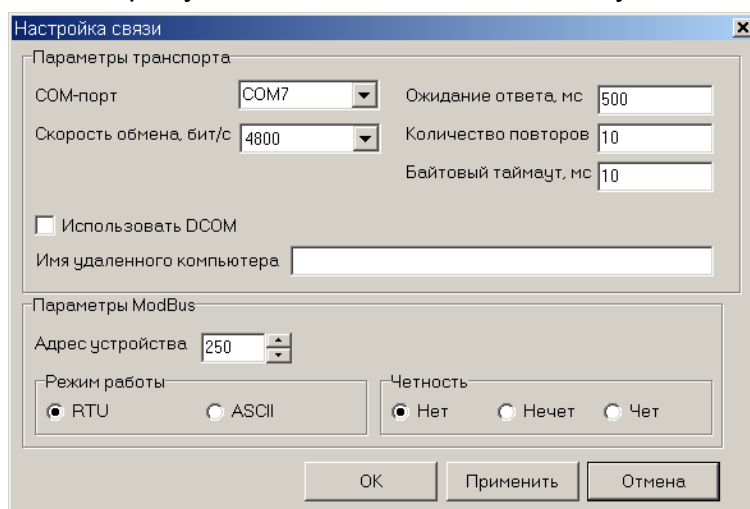

Рис.4. Вид окна «Настройки связи».
3.1.3. Нажмите кнопку ◀ Настройка связи ▶, в открывшемся окне (рис.4) заполните требуемые поля и нажмите кнопку ▶ ОК ▶.